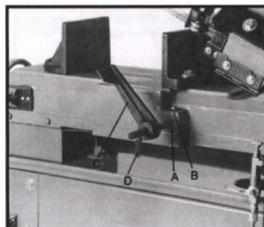

Fig. 1
4. Faites glisser la barre d'arrêt du matériau (A, Fig. 1) dans la base et fixez-la en serrant le boulon (B). Faites glisser la butée de matériau (C) sur la barre et serrez le boulon (D).